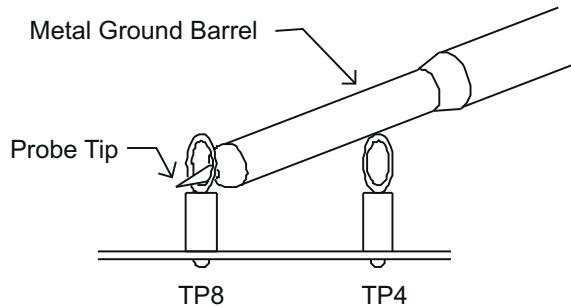

图 4-1. 使用尖端和接地筒测量输出电压纹波
对于输出纹波测量，TP8 和 TP4 允许用户使用图 4-1 所示的“尖端和接地筒”测量技术来限制接地环路面积。
对于输出纹波测量，TP7 和 TP6 允许用户使用 图 4-1 所示的“尖端和接地筒”测量技术来限制接地环路面积。
5. 对于 V_{OUT1} ，将示波器探头连接到 TP8 和 TP4，对于 V_{OUT2} ，则连接到 TP7 和 TP6，如 图 4-1 中所示。